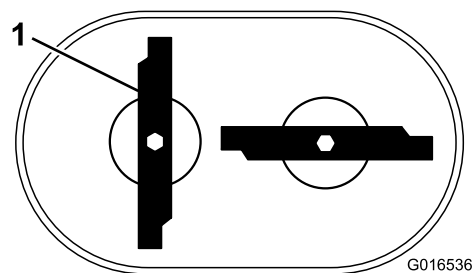

Рисунок 47
**Примечание:** Ножи должны быть расположены перпендикулярно, формируя перевернутую букву «Т», как показано на Рисунок 47.